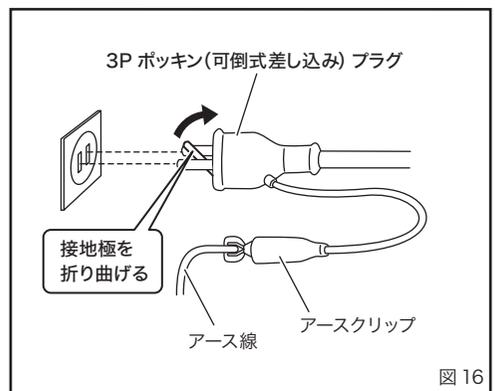

図 16
7. 使用する電源について (図 16)
- ・ アースは、接地極のある電源コンセントに 3P ポッキンプラグ (接地極付プラグ) を差し込んで行ってください。接地極のない電源コンセントに接続するときは、接地極を折り曲げて電源コンセントに差し込み、アースクリップを使用してください。(図 16)